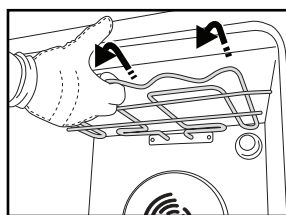
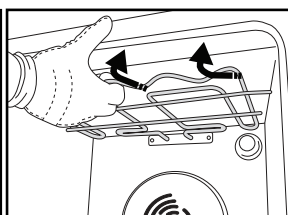

Fig. 6
Fig. 7
2. Faites sortir légèrement l'élément chauffant (Fig. 6) avant de l'abaisser (Fig. 7).